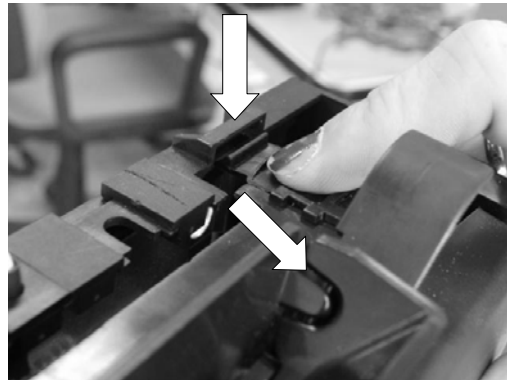

Fig. 2
3. Appuyez sur le levier (Fig. 2) et tirez le sélecteur vers vous et vers le bas.